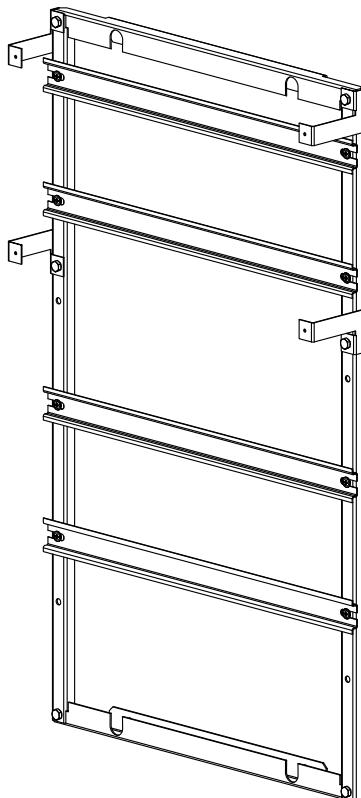

Рисунок 2
2.2 С помощью винтов самонарезающих M4x13 закрепите на раме две (снизу и сверху) Т-образные направляющие TH35-7,5 – для ЩЭ-2, или четыре – для ЩЭ-3,-4 (рисунок 2).